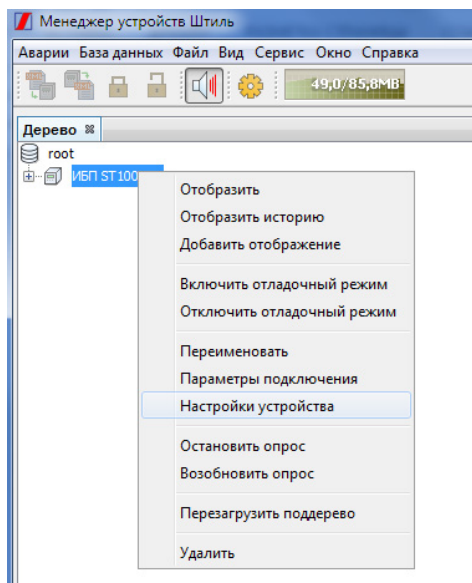

Рисунок 17. Выбор строки «Настройки устройства»
1. Нажать на отображение подключённого ИБП/стабилизатора в дереве устройств (правой кнопкой мыши) и выбрать строку «Настройки устройства» – **рисунок 17**.
- нажатием на изображение подключённого ИБП/стабилизатора в дереве устройств (правой кнопкой мыши) и выбором строки «Настройки устройства» – **рисунок 17**;